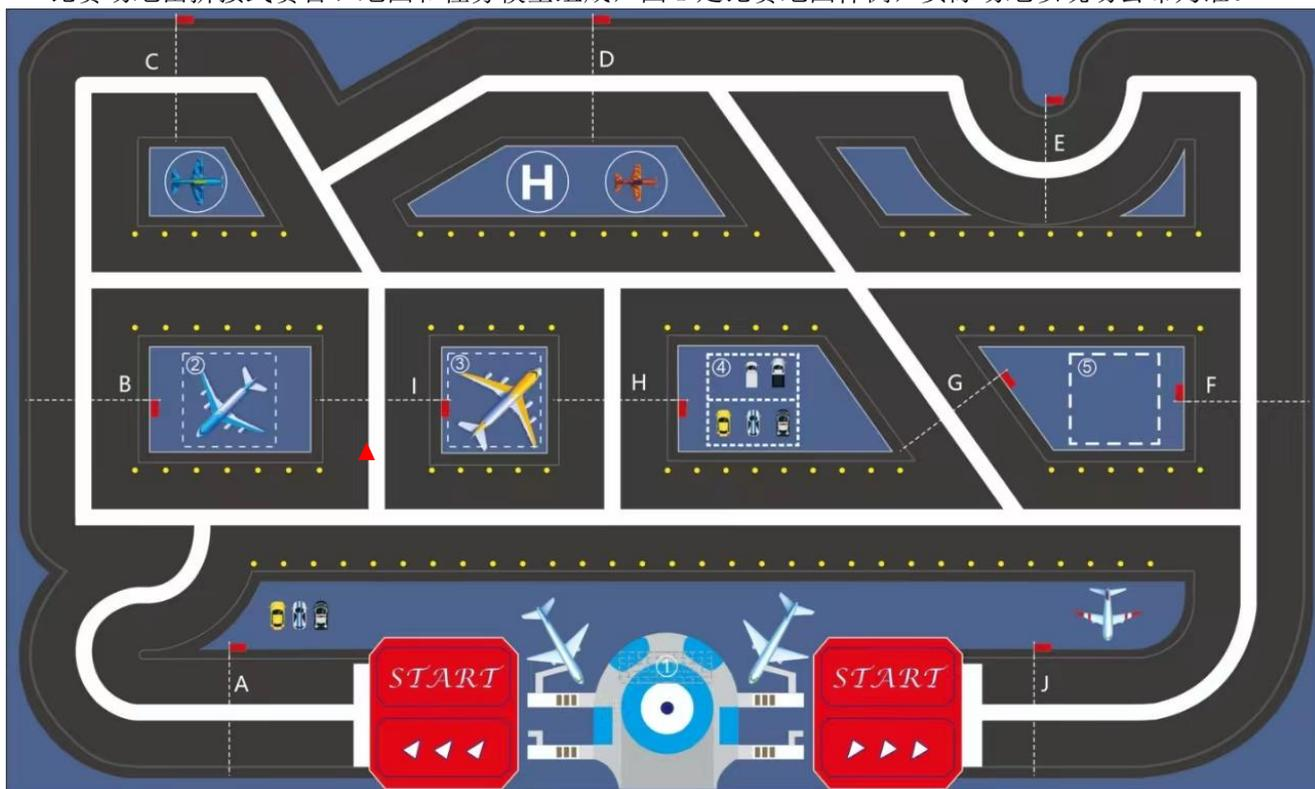

图 1 比赛地图样例
比赛场地由拼接式赛台、地图和任务模型组成，图 1 是比赛地图样例，实际场地以现场公布为准。
3.2.1 彩色喷绘的地图铺设在赛台的底板上。地图上有两个启动区，不规则分布着有白色引导线的主干道和几个功能区，图 1 中的地图仅为示例。
- 5.2.2.1 图 1 中，沿着主干道有 10 条与引导线正交的标记线。在标记线旁分别以“A、B、C、……J”英文字母标注。